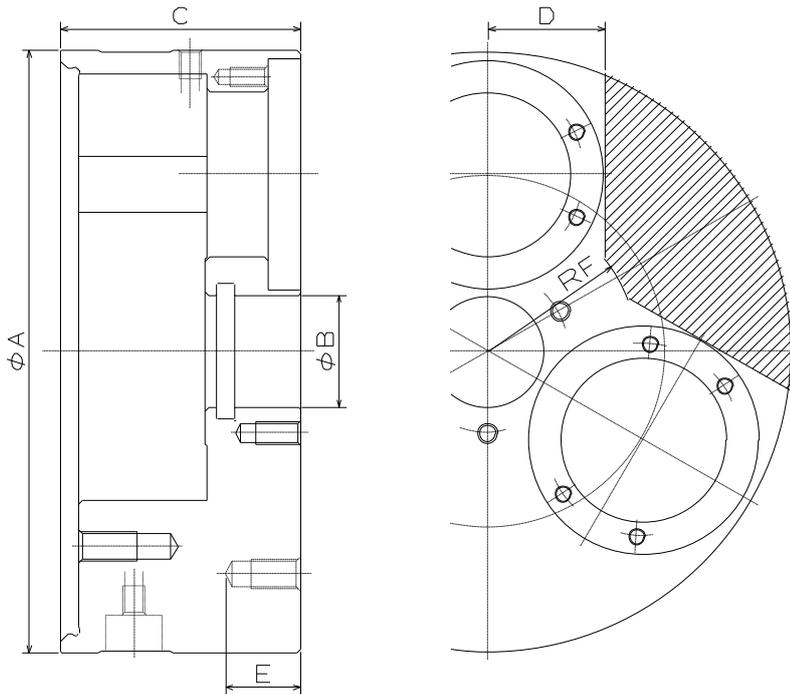

図 5-1
- ・ ボデー表面にロケータや治具を取り付ける場合は、図 5-1 に示す追加工範囲内にタップまたは穴明けを行ってください。